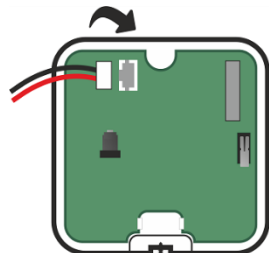

Рисунок 6.3 – Подключение АКБ
- 2.3. Если вы впервые переводите ретранслятор в режим связывания, то подключите резервное электропитание: вставьте выводы АКБ в белый разъем на плате ретранслятора (см. рисунок 6.3).